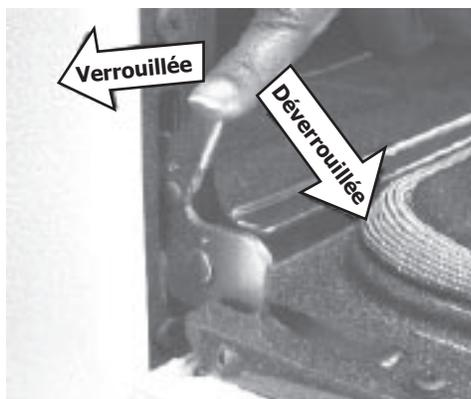

Figure 2
3. Tirez les loquets de charnières de chaque côté du cadre de la cuisinière complètement vers la porte du four (Voir figure 2 - en position déverrouillée). Un petit tournevis à tête plate peut être requis.
4. Poussez complètement les loquets de charnières de chaque côté de la porte du four vers l'encadrement de l'appareil (Voir figure 2 - en position verrouillée).
3. Avec une main de chaque côté de la porte, soulevez légèrement la porte et tirez-la vers vous pour dégager les supports des charnières. Continuez à tirer la porte vers vous tout en faisant pivoter le haut de la porte vers l'appareil de façon à dégager les bras des charnières (Figure 2).